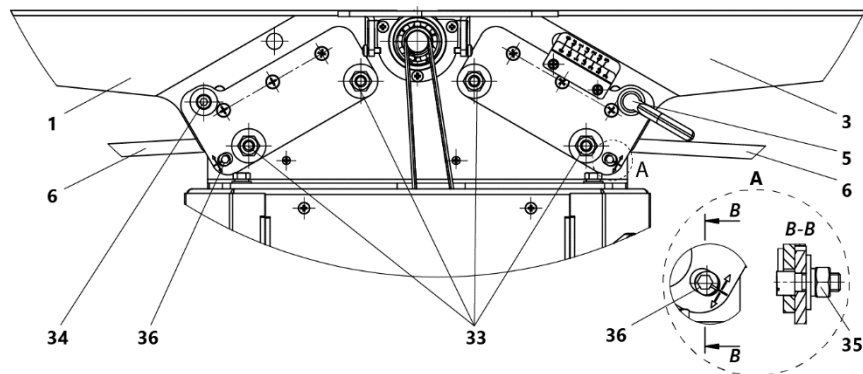

Рисунок 13 Регулировка фуговальных столов
- ослабить фиксацию ручек 5 с двух сторон поднять загрузочный стол 3 в крайнее верхнее положение с помощью ручки 6 и зафиксировать его (рис. 13);